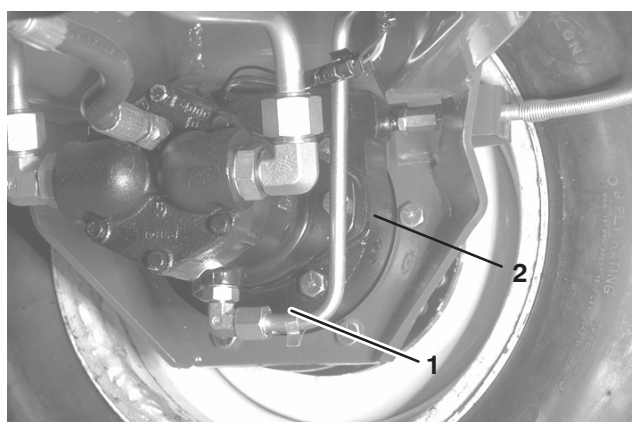

Figure 20
2. Enlevez le bouchon du train planétaire (Fig. 19) et le bouchon de contrôle à l'arrière du frein (Fig. 20). L'huile doit atteindre la base de l'orifice du bouchon de contrôle à l'avant et à l'arrière du frein.